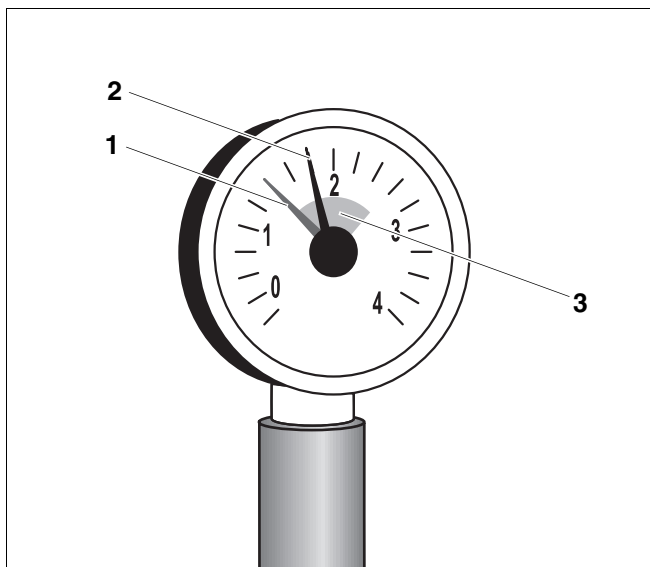

Abb. 6 Manometer für geschlossene Anlagen
Bei geschlossenen Anlagen muss der Manometerzeiger (Abb. 6, **Pos. 2**) innerhalb der grünen Markierung (Abb. 6, **Pos. 3**) stehen.
Der rote Zeiger (Abb. 6, **Pos. 1**) des Manometers muss auf den für die Heizungsanlage erforderlichen Druck eingestellt sein. Der Fachhandwerker stellt für Sie den erforderlichen Druck ein.
- Prüfen Sie, ob der Manometerzeiger (Abb. 6, **Pos. 2**) innerhalb der grünen Markierung (Abb. 6, **Pos. 3**) steht.
Wenn der Manometerzeiger (Abb. 6, **Pos. 2**) die grüne Markierung (Abb. 6, **Pos. 3**) unterschreitet, ist der Wasserdruck der Heizungsanlage zu gering. Sie müssen das verloren gegangene Heizungswasser mit Ergänzungswasser auffüllen.
- Füllen Sie das Ergänzungswasser über den KFE-Hahn (Kessel-Füll- und Entleerhahn) ein, bis der Manometerzeiger (Abb. 6, **Pos. 2**) innerhalb der grünen Markierung steht.